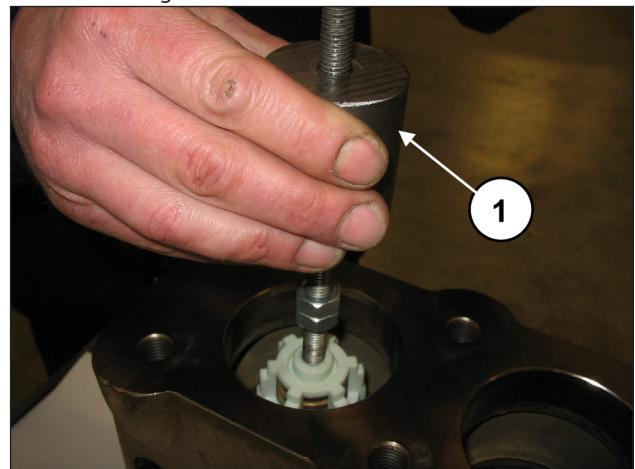

Fig. 110
Estrarre il gruppo valvola mandata mediante l'utilizzo di un estrattore a massa battente (cod. 27516400) da applicare al foro M10 del guida valvola (pos. ①, Fig. 110) o, in aggiunta, eventuale adattatore M10-M16 (cod. 25089700) da applicare al filetto M16 del guida valvola.